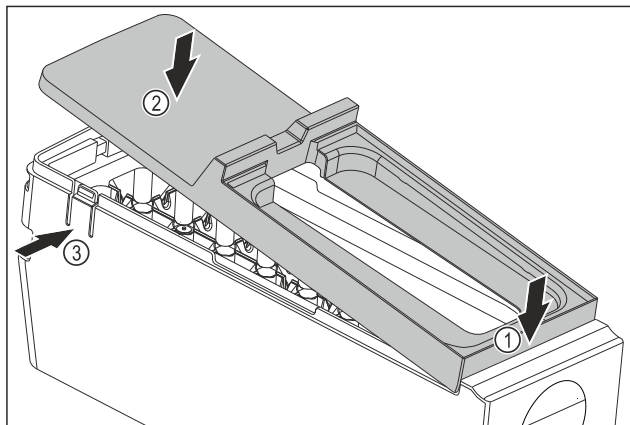

Fig. 99
- Montáž krytu korpusu EasyTwist-Ice: Kryt nasadíte vprieďu. Fig. 99 (1)
- Kryt spustíte dozadu. Fig. 99 (2)
- ▷ Kryt počuteľne zapadne od oboch strmeňov Fig. 99 (3).